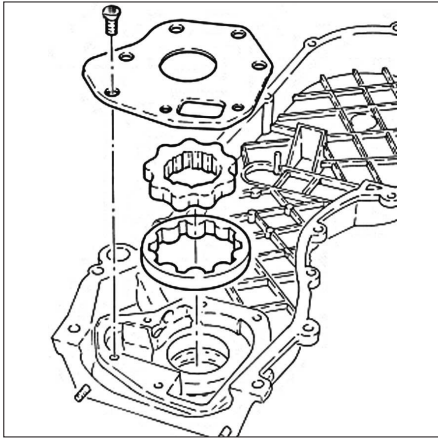

FIG. 12
- Déposer la plaque de fermeture sur le carter de distribution de la pompe à huile (Fig.12).